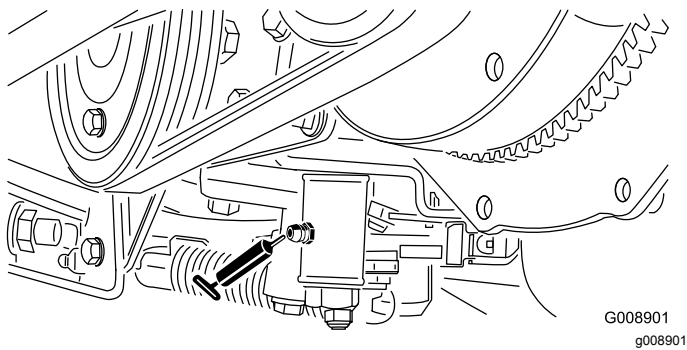

Figura 40
- Meccanismo di regolazione in folle (**Figura 40**)